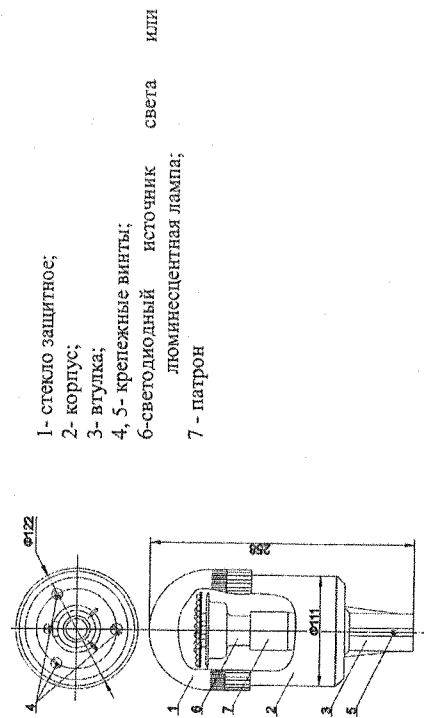

Рис.1
1.2.9. Общий вид, конструкция и габаритные размеры прибора приведены на Рис.1.
2.2.1. Огонь заградительный ЗОМ ППР устанавливается на трубу с наружным диаметром 27 мм или с наружной резьбой G3/4"-В и фиксируется винтом (см. Рис.1 поз.5) в основании.
2.2.2. Для установки огня заградительного ЗОМ ППР необходимо (см. Рис.1):